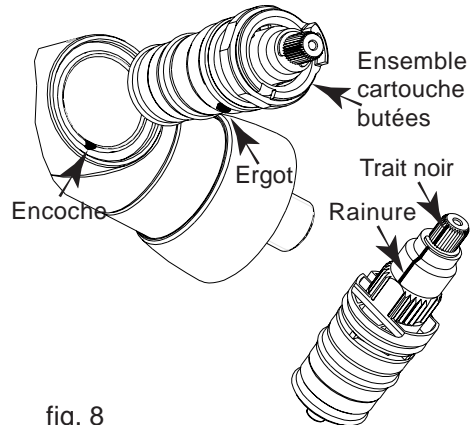

fig. 8
- Engager l'ensemble cartouche et butées dans le corps en orientant l'ergot avec l'encoche (fig. 8)
- Vérifier que le trait noir soit correctement aligné avec la rainure (fig.8).